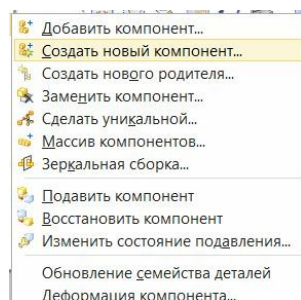

Рис.80
- Представьте, что у вас уже есть сборка с тремя деталями (рис.79). Для формирования строки «пустого» компонента обратитесь к команде «Сборки \ Компоненты \ **Создать новый компонент**» (рис.80).